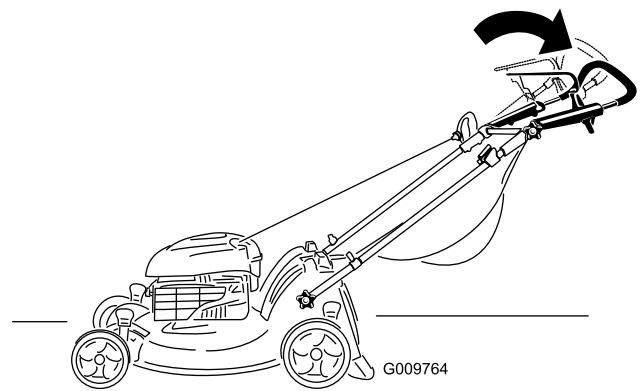

Figura 18
2. Spostate la sezione superiore della stegola nella posizione desiderata (Figura 18).